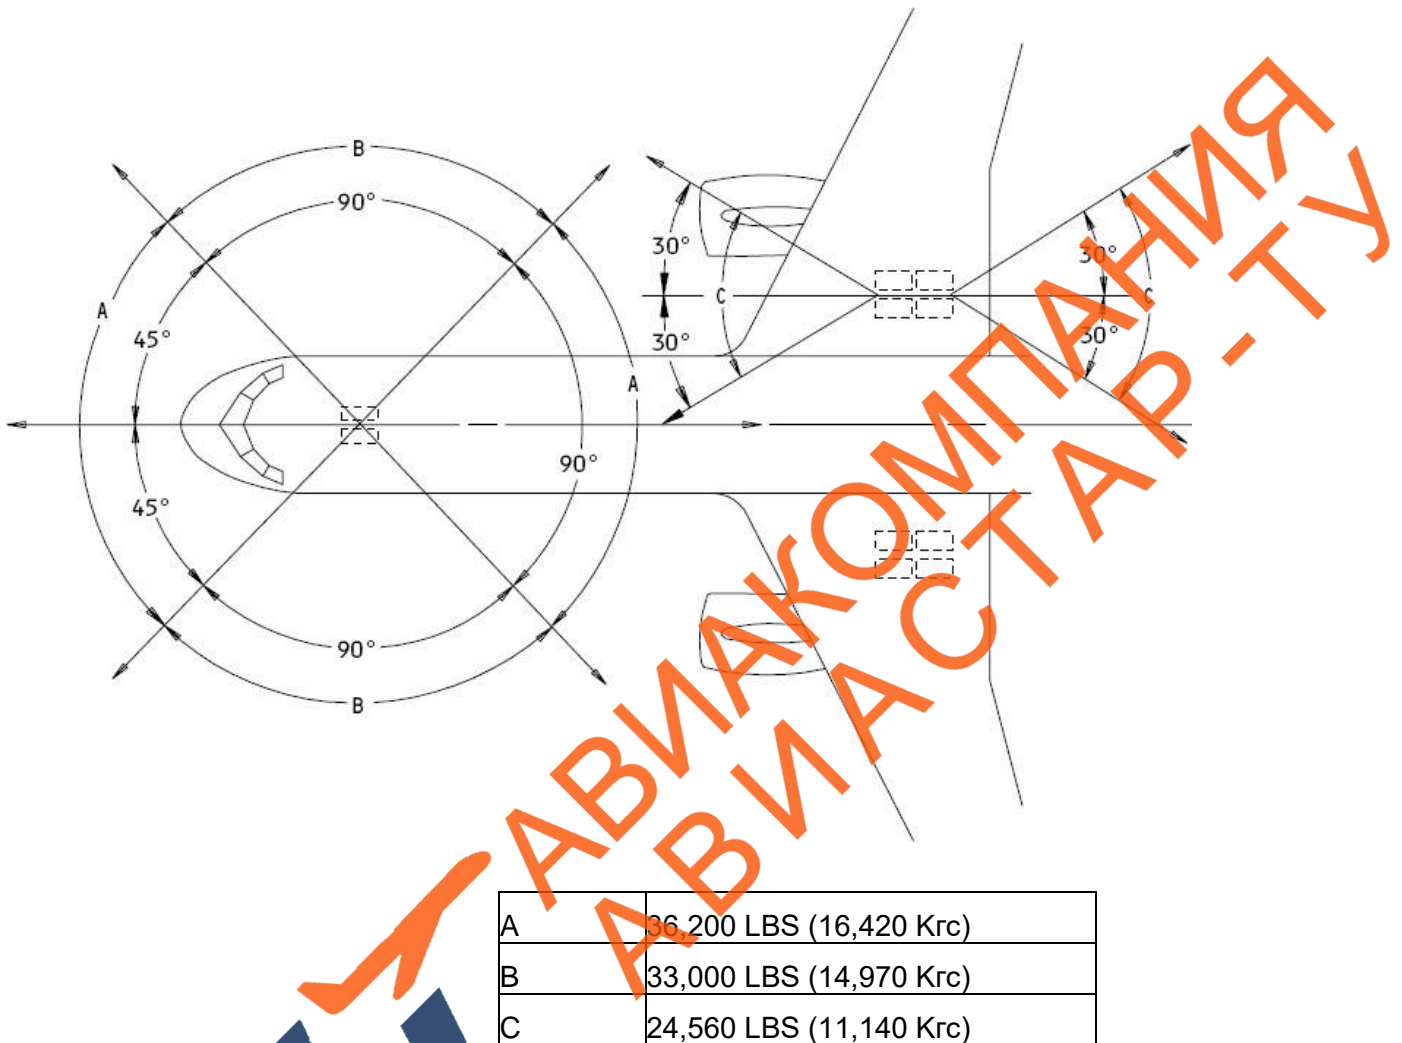

Рисунок 19. Максимально допустимые нагрузки на буксировочные узлы в зависимости от угла приложения усилия.
4.6.3.2 Не превышайте при буксировке максимальные нагрузки (Рисунок 19);